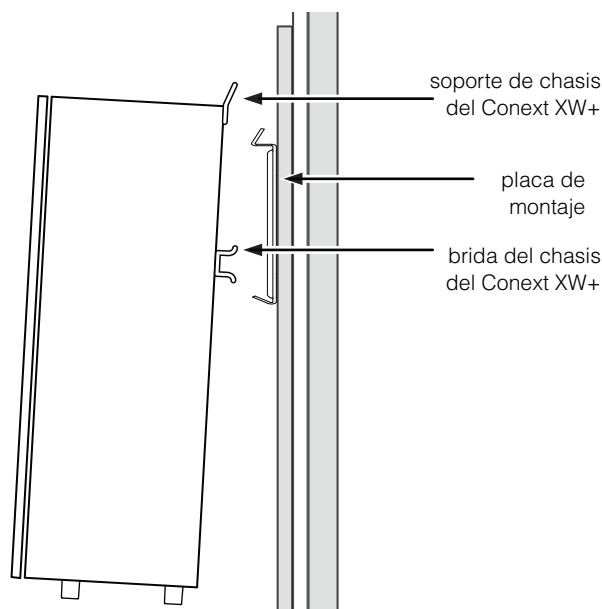

Figura 2-7 Montaje sobre la pared del Conext XW+
1. Alinee la brida en el dorso del chasis del Conext XW+ con el borde inferior de la placa de montaje, como se muestra en la Figura 2-7.